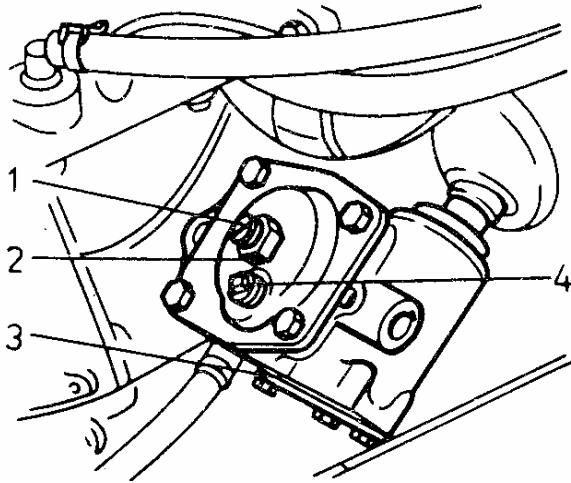

Fig. 50. Regulación de las holguras en el mecanismo de la dirección: 1 - tornillo; 2- tuerca; 3- juntas de regulación; 4 -tapón
- a) la holgura en los cojinetes del tornillo sin fin que se determina desplazando axialmente el árbol de la dirección al girar el volante a un ángulo pequeño a la izquierda o derecha; la holgura se elimina reduciendo la cantidad de las juntas de regulación 3 (Fig. 50) entre el cárter y la tapa del cojinete de tope hasta tal posición en la que el árbol gire fácilmente, sin desplazarse en dirección axial